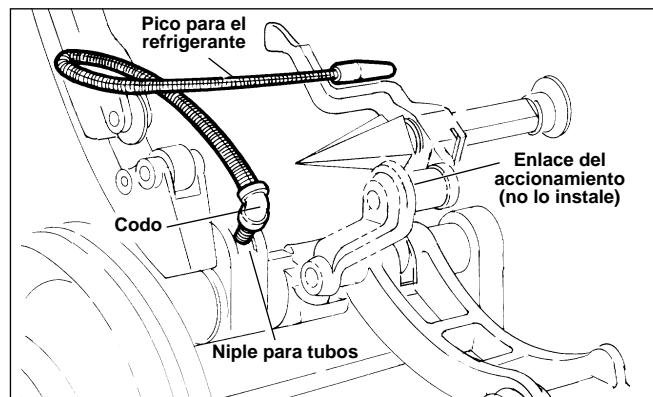

Figura 15 – Pico de aceite empleado con el Roscador a engranajes, método de acoplamiento directo (Modelo 535 antiguo)
4. Modelo 535 antiguo: Instale el repuesto del pico para el aceite (*Figura 15*), que incluye un niple para tubos E-811, un codo de ángulo recto E-812 con un pico para el refrigerante E-810 y un tapón giratorio 44340 y aros-O.